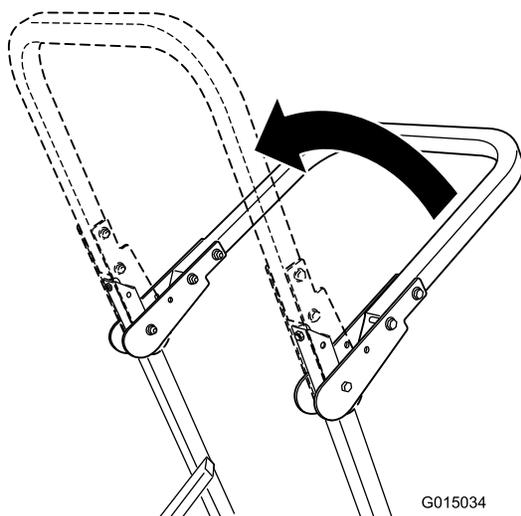

Figure 7
2. Relevez l'arceau de sécurité en position d'utilisation (Figure 7).